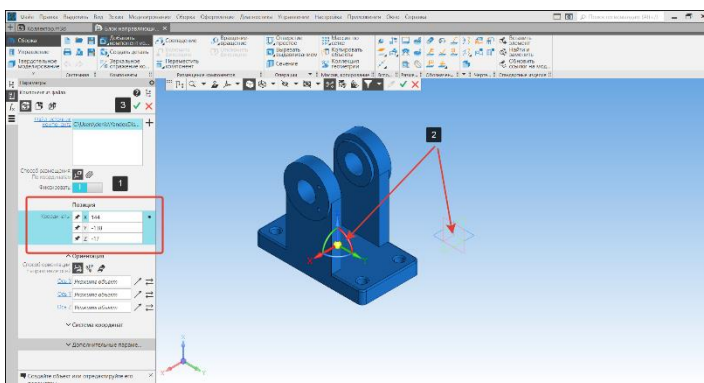

Рисунок 302 – Добавление первой детали
- После выбора файла компонент автоматически появится в графическом поле сборочной модели. Первый компонент привязываем так, чтобы начало координат сборки совпадало с началом координат компонента. Для этого перенесем компонент мышкой в начало координат и кликнем для фиксации (2). Также привязку можно осуществить, изменив координаты компонента в окне Позиция на 0.0.0 (1). По завершению нажмем кнопку Создать объект (3) (Рисунок 302);